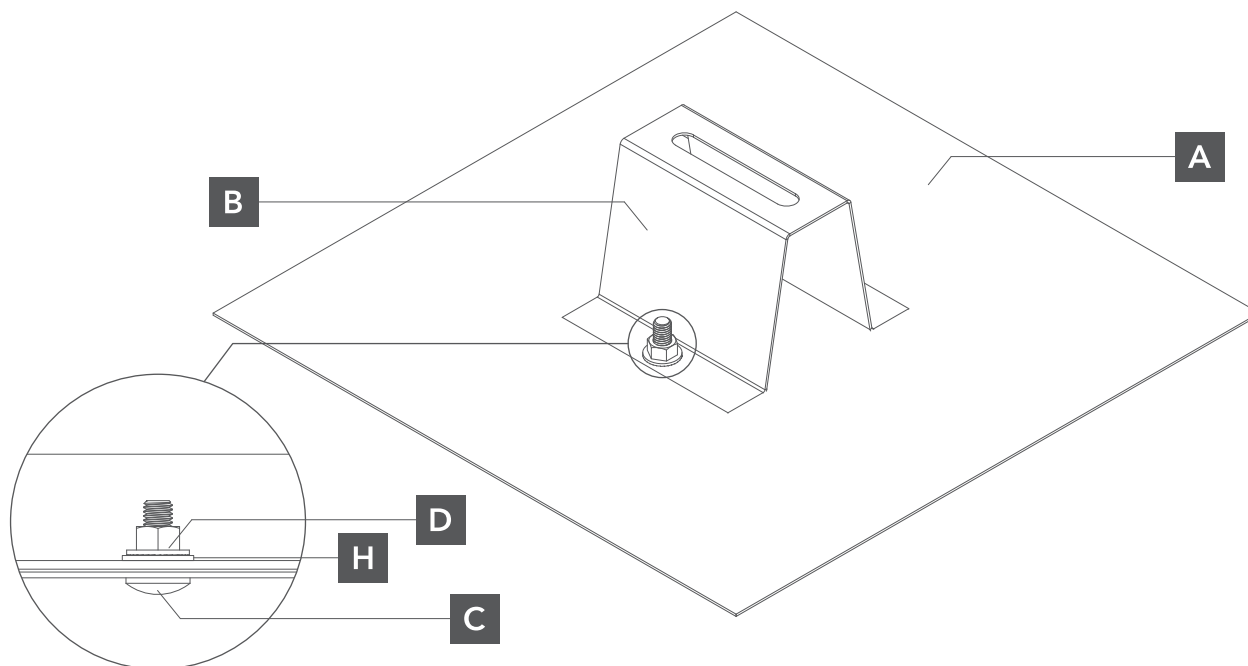

Rys. 2. Rozmieszczenie płytek mocujących
- 1 Przed przystąpieniem do montażu należy określić plan rozmieszczenia modułów (Rys. 1) oraz płytek mocujących (Rys. 2). Sposób mocowania konstrukcji montażowej do połaci dachu uzależniony jest od jego rodzaju i dobierany jest indywidualnie.